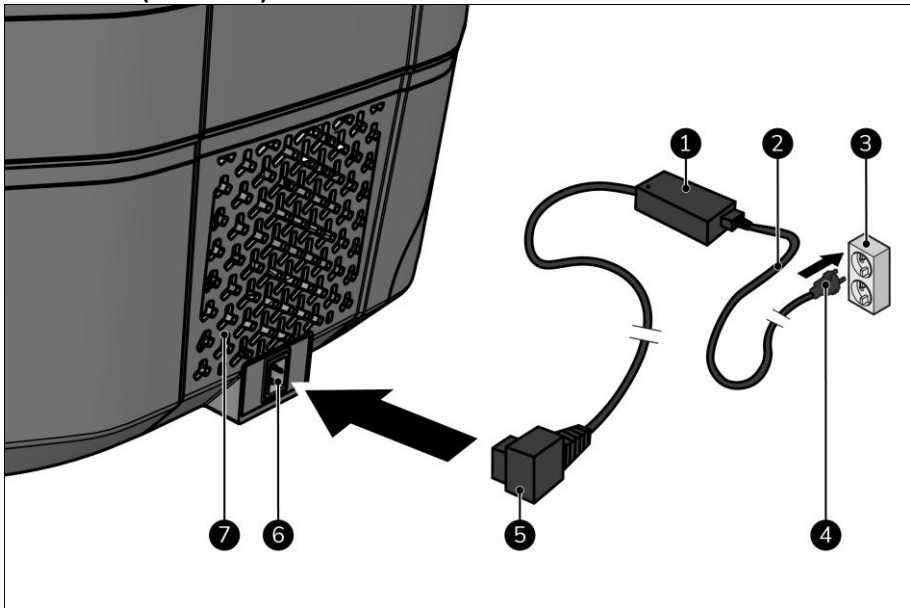

Abbildung 5
2. Stellen Sie sicher, dass alle drei Lüftungsgitter (Abbildung 5, Pos. 7) mindestens 5 cm Freiraum haben.
3. Stecken Sie das AC-Kabel (Abbildung 5, Pos. 2) in den AC/DC-Adapter (Abbildung 5, Pos. 1).
4. Stecken Sie den AC/DC-Adapterstecker (Abbildung 5, Pos. 5) in das Netzteil des Geräts (Abbildung 5, Pos. 6).
5. Stecken Sie den Netzstecker (Abbildung 5, Pos. 4) in eine leicht zugängliche Wandsteckdose (Abbildung 5, Pos. 3).